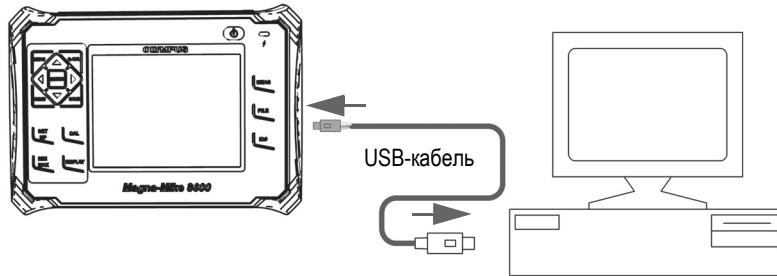

Рис. 8-2 Подключение Magna-Mike 8600 к компьютеру
7. Один конец USB-кабеля подключите к разъему USB, расположенному в отсеке входа/выхода Magna-Mike 8600, а другой конец провода USB подключите к разъему USB на компьютере (см. Рис. 8-2 на стр. 143).